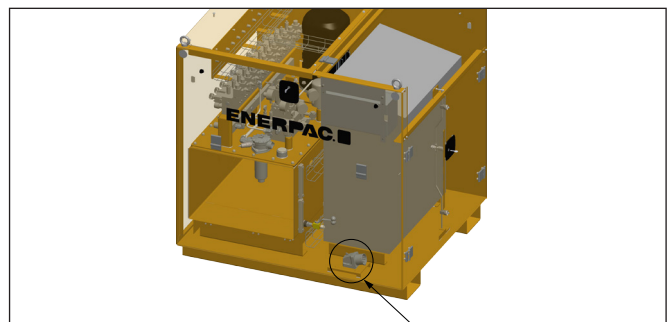

Figura 50: Layout dell'interruttore principale
4. Attivare l'interruttore principale nel quadro elettrico. Fare riferimento alla Figura 50 per vedere la posizione dell'interruttore principale del sistema.